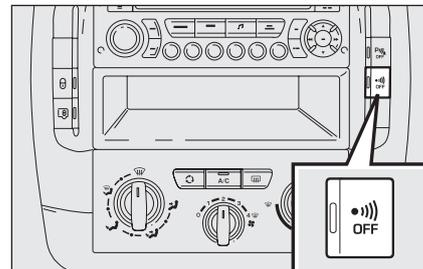

fig. 7a
- Antes de 10 segundos pulsar el botón **fig. 7a** manteniéndolo pulsado hasta que el led de disuasión se encienda en modo fijo.